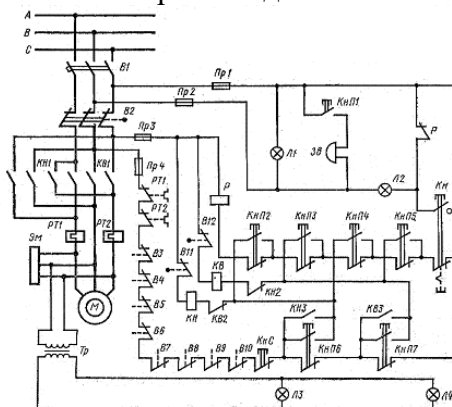

Рис. 1
1. Указать элементы электрической принципиальной схемы (рис. 1), объяснить процесс пуска электродвигателя; возможности регулирования частоты вращения; способы